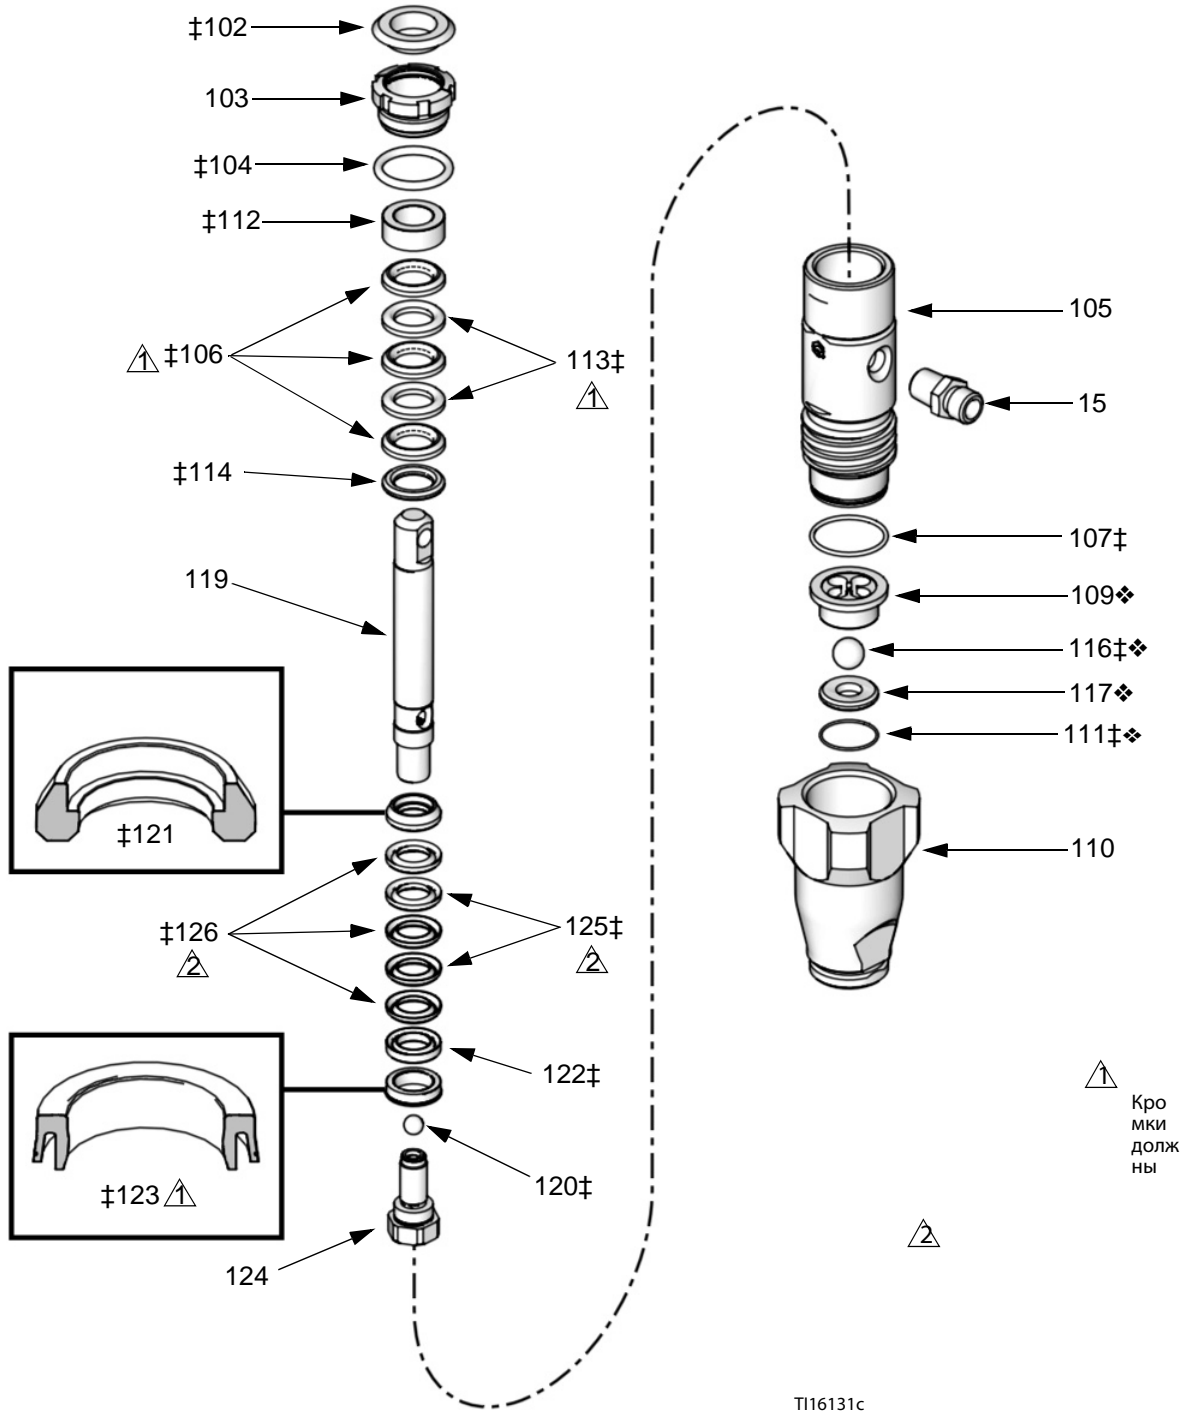

Рис. 7. Поршневой насос
- Извлеките корпус впускного клапана (110). См. Рис. 7.
- Очистите или замените шариковую направляющую (109), шарик (116), седло (117) и уплотнительное кольцо (111).
- Установите уплотнительное кольцо (111‡), седло (117), и впускной шар (116‡) и направляющую шара (109) во впускной корпус (110).
- Навинтите корпус впускного клапана (110) на цилиндр (105). Затяните с усилием 95–108 Н·м (70–80 футофунтов).
2. См. Рис. 7. Ослабьте герметизирующую гайку (103) с помощью отвертки и молотка. Снимите уплотнительное кольцо (104).
3. Выкрутите цилиндр (105) из корпуса впускного клапана (110). Вместе с цилиндром из корпуса вынимаются шток и узел поршня.
4. Извлеките шариковую направляющую (109), шарик впускного клапана (116), седло (117) и уплотнительное кольцо (111) из корпуса впускного клапана (110).
5. Вытащите из нижней части цилиндра шток и узел поршня. Извлеките из цилиндра уплотнительное кольцо (107).
7. Зажмите шток (119) в тисках и выверните поршень (124). Не уроните шарик поршня (120). Снимите с поршня уплотнения.